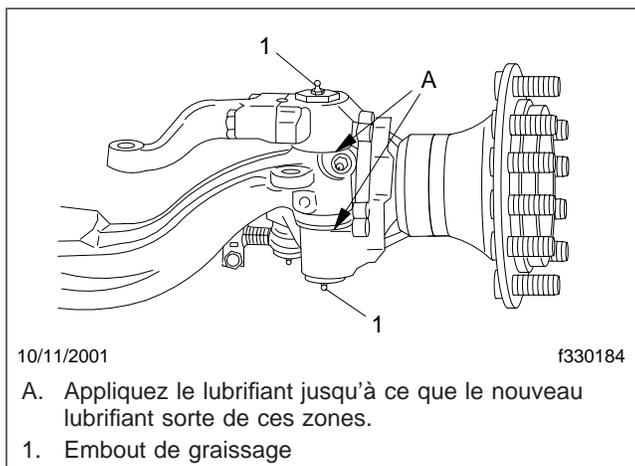

Fig. 2, Lubrification du pivot d'attelage scellé Easy Steer Plus
- À l'aide d'une graisse à usages multiples, NLGI de classe 1 ou 2, lubrifiez les pivots d'attelage par les embouts de graissage situés sur les parties supérieure et inférieure de la fusée. Voir la **figure 2**.
- Forcez le lubrifiant dans les bouchons supérieur et inférieur des embouts de graissage du pivot d'attelage jusqu'à ce que le nouveau lubrifiant ressorte entre l'extrémité de la poutre d'essieu supérieure et la fusée, et entre l'extrémité de la poutre d'essieu inférieure et la fusée. Voir la **figure 2**.